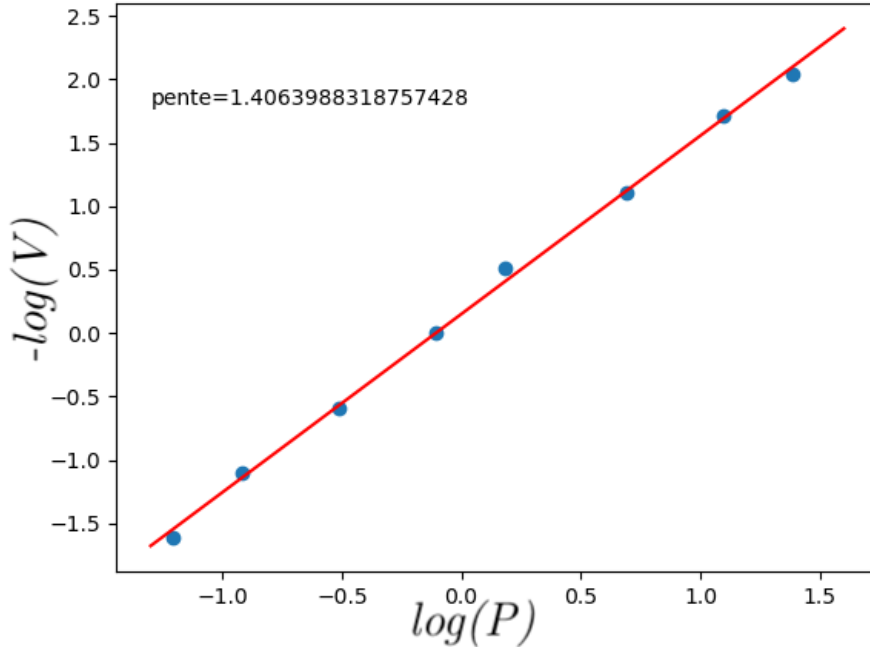

FIGURE 5 – Caption
- Relation de Laplace pour l'évolution isentropique d'un gaz parfait :  $PV^\gamma = cste$ . On peut donc se placer sur une isentropique et faire une régression linéaire pour vérifier le coefficient de Laplace de l'air. Je l'ai fait en figure 5, on trouve  $\gamma = 1,41$  ce qui montre que l'air vérifie bien le modèle du GP.